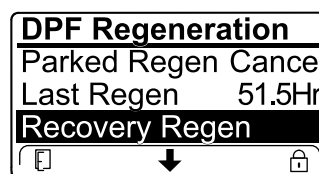

Figura 53
- Si la computadora del motor no ha sido solicitado una regeneración de recuperación y usted se desplaza a la opción RECUPERACIÓN DE RECUPERACIÓN, la regeneración de recuperación se bloquea y el icono de bloqueo (Figura 53) aparece en la esquina inferior derecha del InfoCenter.